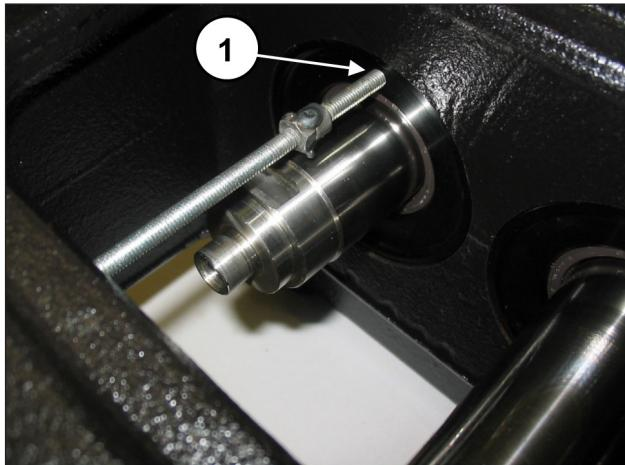
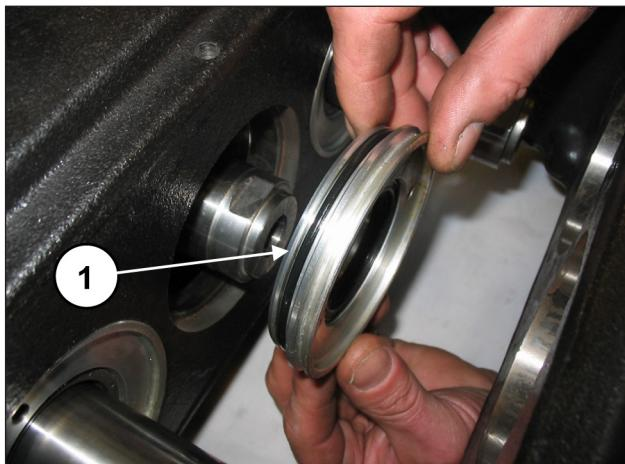

图 3
图 4
通过提取器拧紧一条螺纹杆或一个M6螺丝到油封盖上的专用孔中（位置① - 图 3），并从泵组取出盖子（位置① - 图 4）。